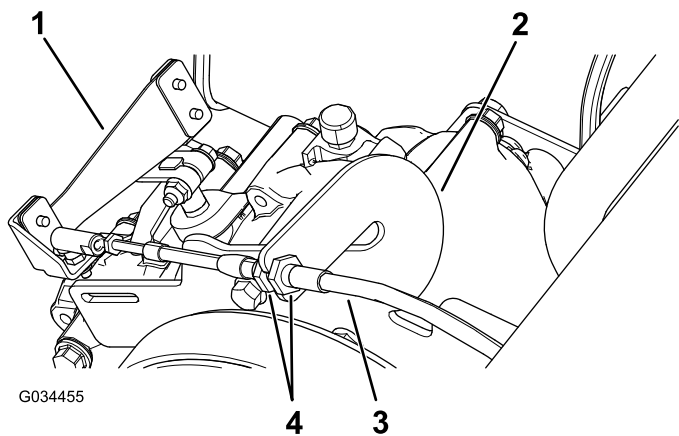

Figura 60
1. Afloje las contratueras del cable de la palanca de cambios y ajústelas cuanto sea necesario (Figura 60).
- Pruebe la posición de la palanca de cambios girando el selector a las 3 posiciones distintas y compruebe si la palanca (Figura 60) cambia correctamente al cambiar de marcha; consulte Palanca de cambios e indicador de cambio de marcha (página 13).